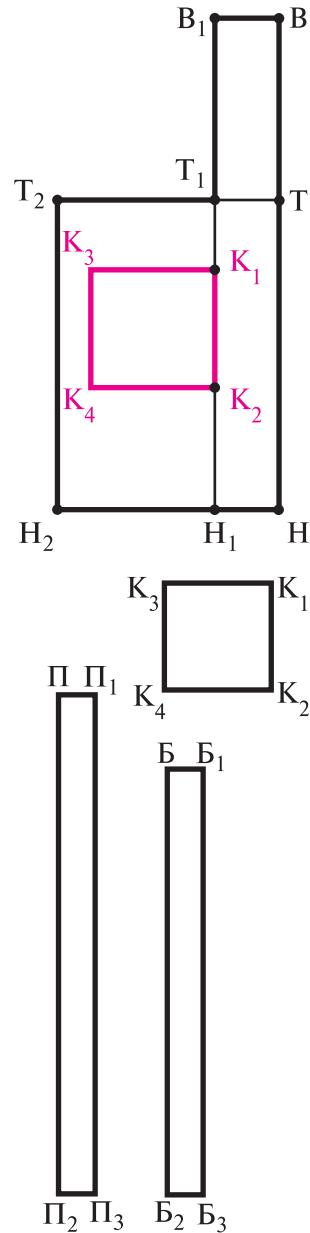

Рис. 6.22. Чертёж основы фартука с нагрудником
- ▶ 3. Точки на чертеже обозначаются буквами русского алфавита в соответствии с названием конструктивных линий, например Т (линия талии), а если на одной линии находится несколько точек, то им присваивается индекс (например, Т₁, Т₂) (рис. 6.22).
б) чертёж пояса в форме прямоугольника шириной $\text{ПП}_1 = 6$ см и длиной ПП_2 (рис. 6.22):